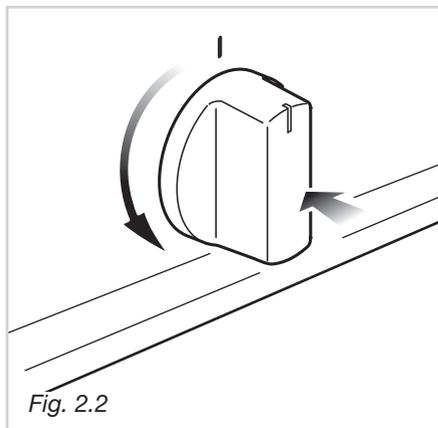

Fig. 2.2
- 1 - Ruotare la manopola del rubinetto gas in senso antiorario (fig. 2.2), fino alla portata massima, premerla e mantenere la pressione, si otterrà l'attivazione dell'accensione. In caso di mancanza di corrente elettrica avvicinare una fiamma al bruciatore.